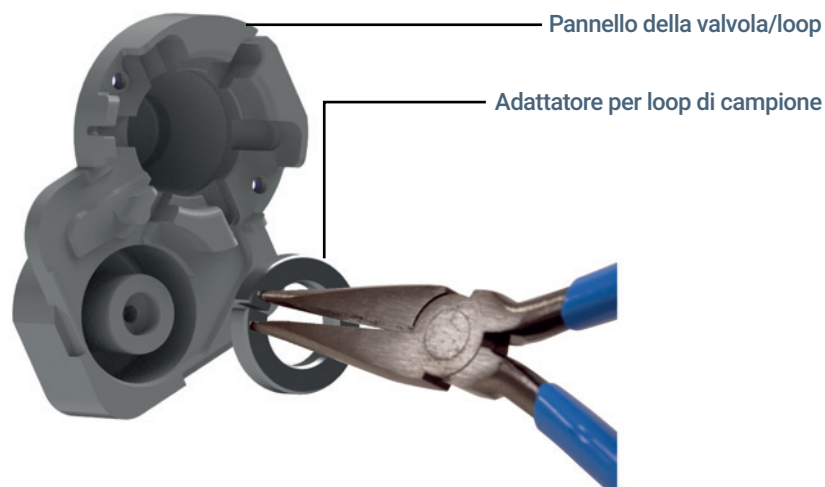

Figura 22. Rimuovere un adattatore per loop di campione (G4556-20178 in figura) dal pannello della valvola/loop
- a Afferrare l'adattatore del loop del campione utilizzando pinze ad ago nei punti indicati nella **Figura 22**.
- b Chiudere le pinze ad ago e rimuovere delicatamente l'adattatore del loop del campione dal blocco o dal pannello come indicato nella **Figura 22**.